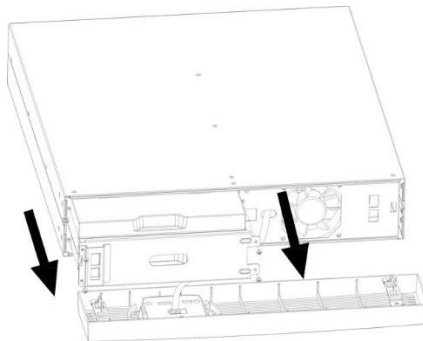

Abbildung 23: Entfernen der Batterieabdeckung
3. Entfernen Sie die Batterieabdeckung (s. Abbildung 23).